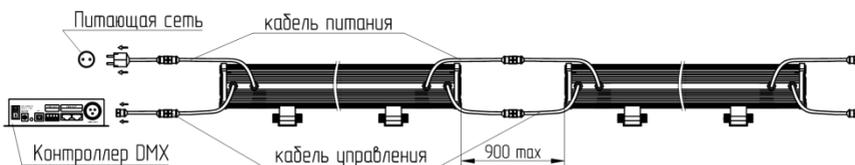

Рисунок 5 – Подключение прожекторов.
- 5.3. Подключите прожектор к питающей сети при помощи кабеля питания. Для встраивания прожектора в линию предусмотрены два кабеля питания с герметичными разъемами (тип «папа» и «мама»). В этом случае нет необходимости подключать каждый прожектор к питающей сети. Всего возможно подключение до 30 приборов в одну линию (см. рисунок 5).
- 5.4. В случае управления по протоколу DMX512 подключите кабель управления к контроллеру. Для встраивания прожектора в линию предусмотрены два кабеля управления с герметичными разъемами (тип «папа» и «мама»). В этом случае нет необходимости подключать каждый прожектор к контроллеру. Всего возможно подключение до 30 приборов в одну линию (см. рисунок 5).